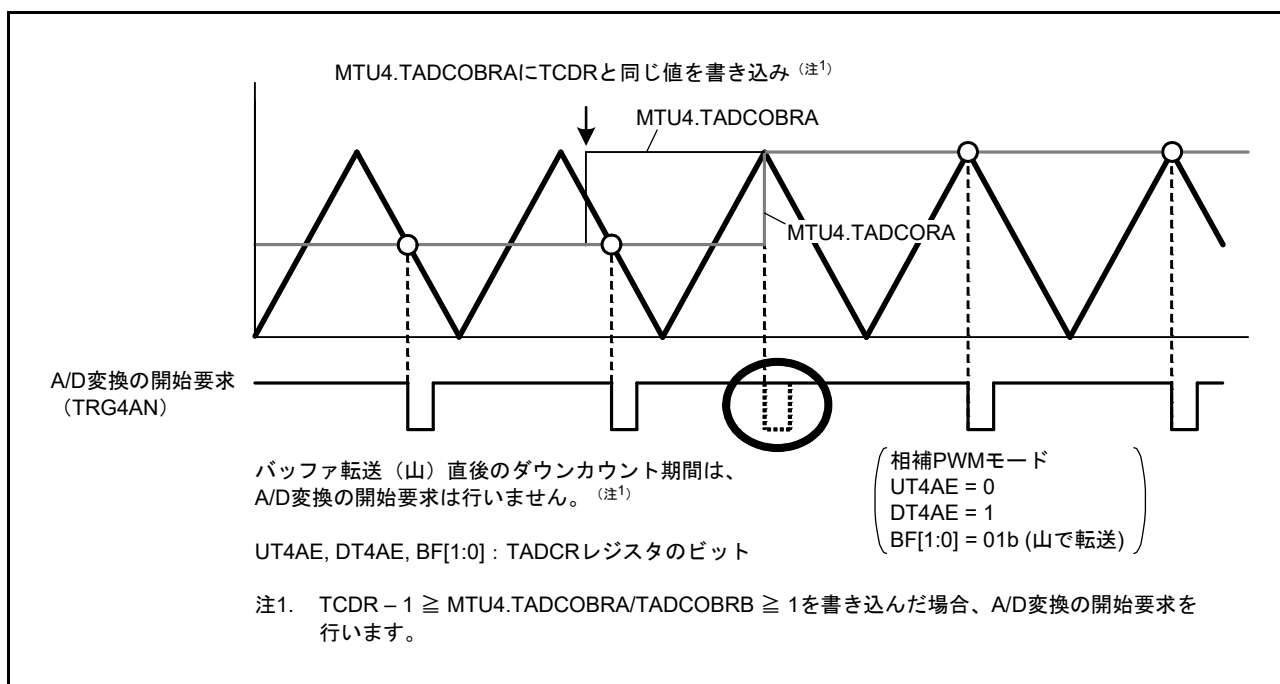

図 24.153 MTU4.TADCOBRA に TCDR と同じ値を書き込んだときの A/D 変換の開始要求 (MTU4)
- MTU4.TADCOBRA、MTU4.TADCOBRB (MTU7.TADCOBRA, MTU7.TADCOBRB) レジスタに TCDR レジスタと同じ値、かつ、MTU4.TADCR (MTU7.TADCR) レジスタの DT4AE、DT4BE (DT7AE, DT7BE) ビットに“1”を設定して、MTU4.TCNT (MTU7.TCNT) カウンタの山でバッファ転送したとき、転送直後のダウンカウント期間については A/D 変換の開始要求を行いません (図 24.153)。